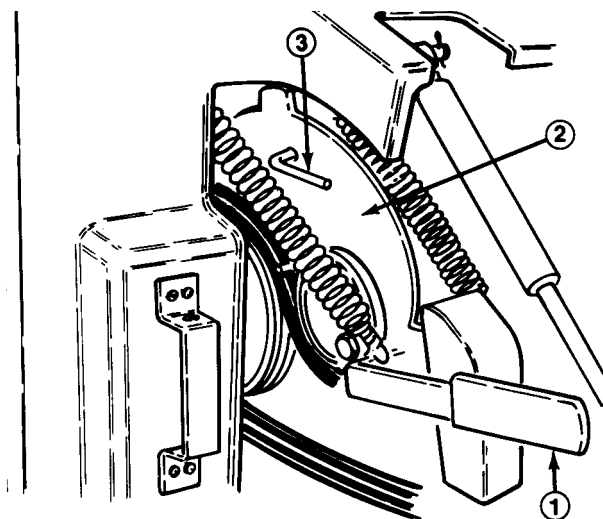

Figure 17
- C. Appuyer sur le levier de neutralisation (Fig. 17) jusqu'à ce que les trous du support de la patte du levier se trouvent dans l'alignement des trous de la tête d'aération. Introduire ensuite la goupille dans les trous.
2. Abaisser le levier de neutralisation jusqu'à ce que les trous du support du levier soient dans l'alignement des trous de la tête d'aération, puis introduire la goupille dans les trous (Fig. 17).